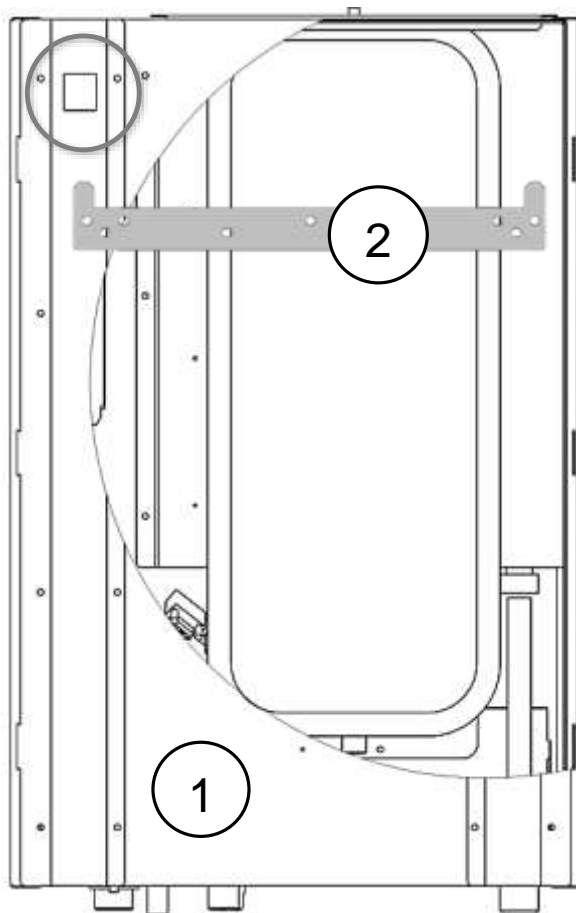

Рис. 12 Монтажные отверстия электрокотла 1. котёл; 2. монтажная планка
- После крепления монтажной планки (кронштейна) на стене (несущей поверхности) навесить котел монтажными отверстиями на крюки монтажной планки (см. рис. 12).